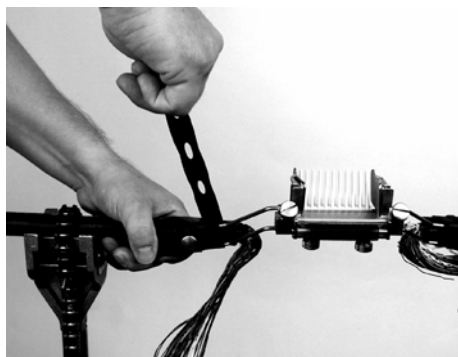

Рис. 6.36. Фиксация держателей на концах кабелей
6.2.14. Зафиксировать держатели со сращивающими головками на кабелях, для чего обмотать резиновые ремни вокруг кабелей и застегнуть концы ремней на металлические пуговицы держателей (рис. 6.36).